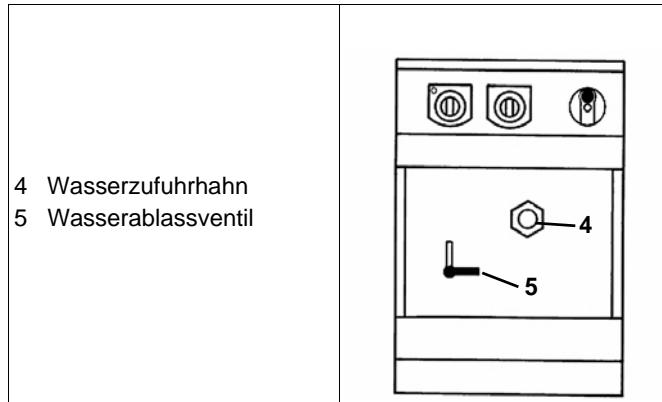

Fig.10 Frontansicht
- ⇒ Hauptgashahn (1/Fig.10) öffnen.
- ⇒ Wasserverluste im Becken werden durch Öffnen des Hahnes (4/Fig.10) ergänzt.
- ⇒ Das Wasser aus dem Becken auslassen durch Öffnen des Wasserablassventils (5/Fig.10) (Drehen des Hebels gegen den Uhrzeigersinn in die vertikale Stellung).